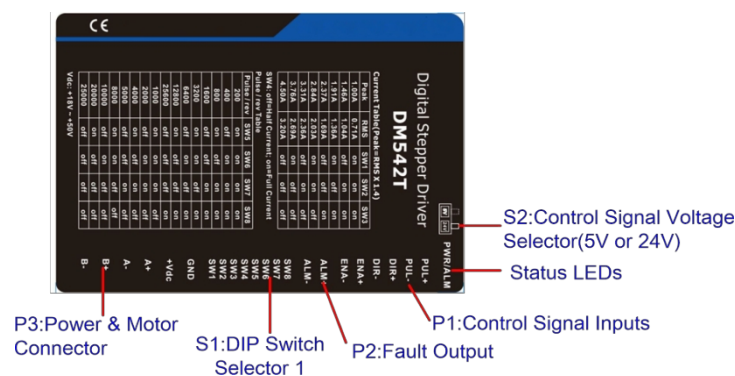

Figura 2 Ubicación de los conectores, interruptores DIP y LED
PUL+	Conexión de pulso y dirección: (1) Aislado ópticamente, nivel alto 4,5-5 V o 24 V, nivel bajo 0-0,5 V (2) Frecuencia de entrada máxima de 200 kHz (3) La anchura de la señal PUL es de al menos 2,5 μ s; se recomienda un ciclo de trabajo del 50 % (4) La señal DIR requiere un avance respecto a la señal PUL de al menos 5 μ s en modo de pulso único (5) El ajuste de fábrica de la tensión de la señal de control es de 24 V; si se desea que sea de 5 V, es necesario configurar S2 (figura 2)
El DM542T (V4.0) admite señales de control diferenciales o de un solo extremo (pulso, dirección y habilitación) en conexión de colector abierto o PNP a través del conector P1 (figura 2). Se recomienda añadir un filtro de línea EMI entre la fuente de alimentación y el variador para aumentar la inmunidad al ruido del variador en entornos con interferencias.
- (1) La señal ENA no está conectada por defecto;
- (2) La amplitud de la señal de control es de 24 V por defecto. Si es de 12 V, ajuste primero el selector S2 (Figura 2) a 5 V y, a continuación, conecte una resistencia de 1 kΩ; si es de 5 V, ajuste el selector S2 a 5 V.
El segundo selector de 1 bit se encuentra en la parte superior (S2 en la figura 2) y se utiliza para configurar la tensión de las señales de control. Por motivos de seguridad en el acoplamiento óptico, el ajuste de fábrica es de 24 V, **lo que evita tener que conectar resistencias de 2 kΩ como en los antiguos variadores, lo que facilita su uso. Cuando la tensión de la señal de control es de 5 V, el S2 debe ajustarse a 5 V; de lo contrario, el motor no funcionará.**